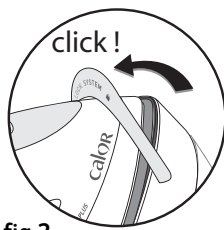

fig.2
- Verrouillage – **fig.2**.
- posez le fer sur la plaque repose-fer du générateur et rabattez l'arceau de maintien sur le fer jusqu'à l'enclenchement du verrouillage (identifié par un "clic" sonore) – **fig.2**.